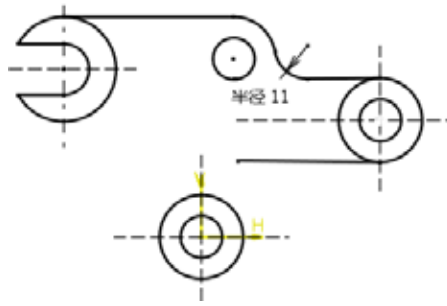

图5-54 绘制圆角1
- 07 利用【修剪所有图元】方式的【圆角】命令，创建如图5-54所示半径为11的圆角。